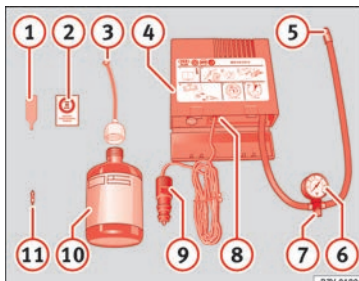

Fig. 132 Rappresentazione standard: contenuto del kit per la riparazione degli pneumatici.
Il kit per la riparazione degli pneumatici si trova nel sottofondo del bagagliaio. Include i seguenti componenti » **fig. 132**:
- Svitare l'inserto valvola con l'apposito attrezzo con l'attrezzo corrispondente » **fig. 132** 1 e posarlo su una superficie pulita.
- Agitare energicamente la bomboletta del sigillante per pneumatici » **fig. 132 ⑩** per alcuni secondi.
- Avvitare il tubo di riempimento » **fig. 132 ③** alla bomboletta di sigillante girandolo in senso orario. La piombatura della bomboletta si rompe automaticamente.
- Rimuovere il tappo del tubo di riempimento » **fig. 132 ③** e avvitare l'estremità aperta dal tubo alla valvola del pneumatico.
- Avvitare di nuovo l'inserto valvola con l'attrezzo corrispondente » **fig. 132 ①** nella valvola del pneumatico.
- Avvitare il tubo di gonfiaggio » **fig. 132 ⑤** del compressore alla valvola del pneumatico.
- Accertarsi che la vite di sfianto dell'aria » **fig. 132 ⑦** sia chiusa.
- Collegare il connettore » **fig. 132 ⑨** a una presa di corrente da 12 volt del veicolo » **pagina 76**.
- Collegare il compressore d'aria all'interruttore ON/OFF » **fig. 132 ⑧**.
Riavvitare il tubo di gonfiaggio » **fig. 132 ⑤** e controllare la pressione sul manometro **⑥**.